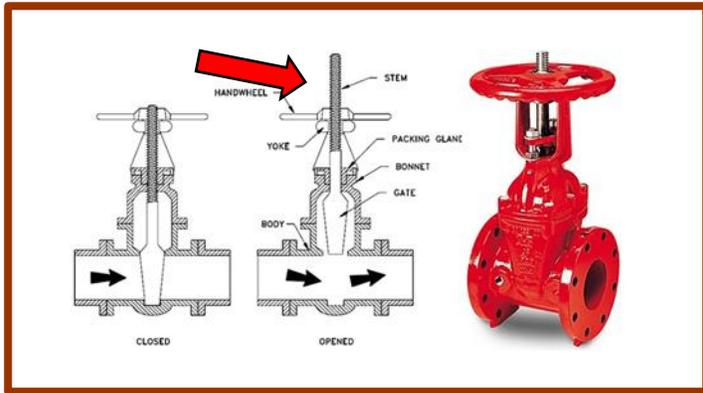
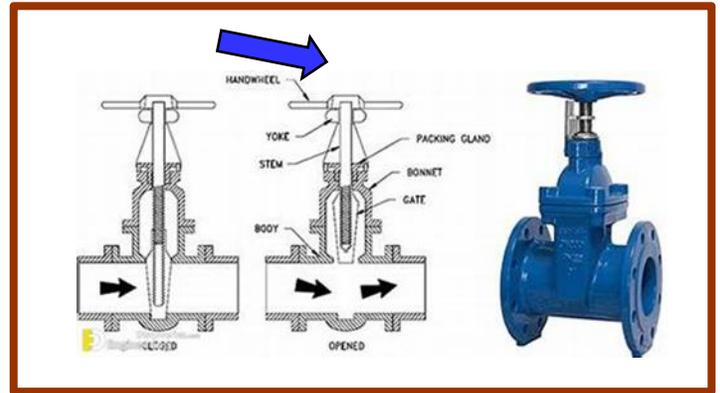

Figure 1 :Vanne à tige montante
Figure 2: Vanne à tige fixe
Le parc de stockage utilisait à la fois des vannes à tige montante (figure 1) et des vannes à tige fixe (figure 2) sur les drains menant au bassin de rétention des eaux pluviales dans la zone de la station d'épuration. Les vannes à tige montante permettaient aux opérateurs de voir facilement la position de la vanne en observant la tige au-dessus de la roue de la vanne (flèche rouge). Les vannes à tige fixe ne fournissent pas d'indication visuelle de la position (flèche bleue) : la tige ne s'élève pas au-dessus du volant lorsque la tige est relevée. Il était difficile pour les opérateurs de connaître la position réelle de la vanne à tige fixe sur le drain sans la tourner physiquement.
- Il existe deux types de vannes qui se ressemblent. (Figures 1 et 2).